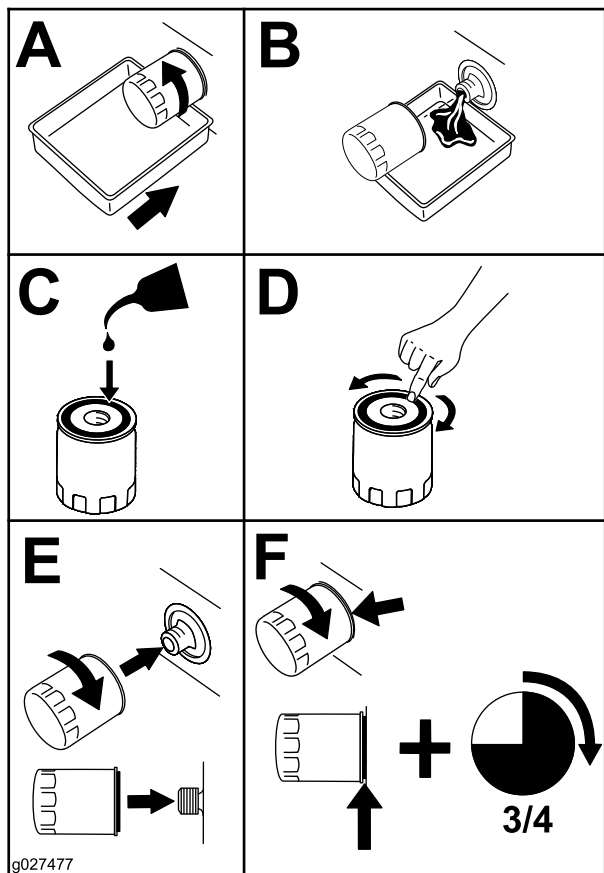

Figure 62
2. Sustituya el filtro de aceite del motor (Figure 62).